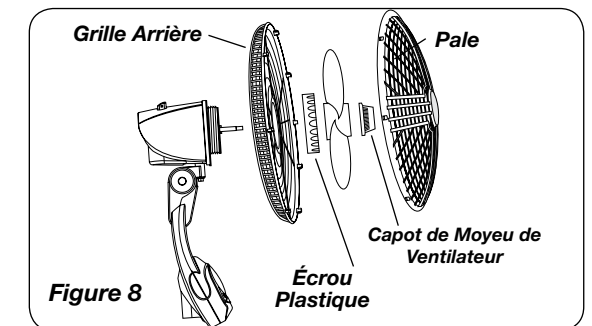

Figure 8
3. Bien asseoir la **Grille Arrière** et la fixer avec l'**Écrou Plastique** en tournant dans le sens des aiguilles d'une montre. Glisser la **Pale** sur l'arbre du **Moteur**. (*Figure 8*) Aligner la **Gorge** du moyeu de la pale sur la **Goupille** de l'arbre du moteur. (*Figure 8A*)